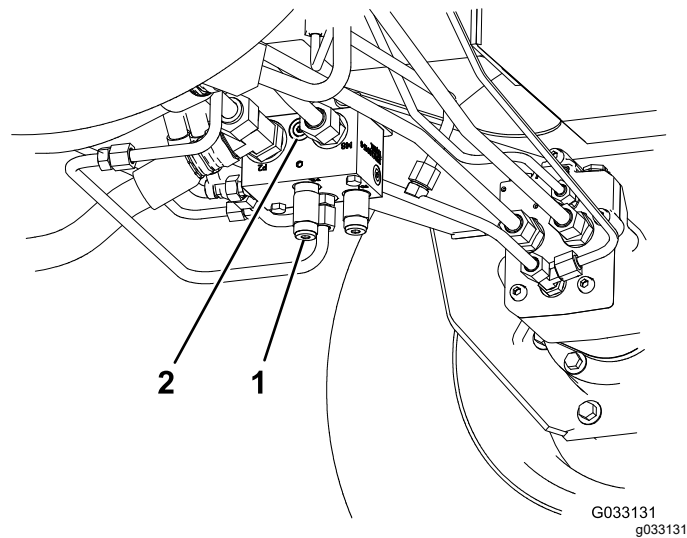

図 39
1. 後部走行マニホールドのポート M8 と P2 との間にあるマークなしのポートに故障診断用フィッティングを取り付ける 図 39。